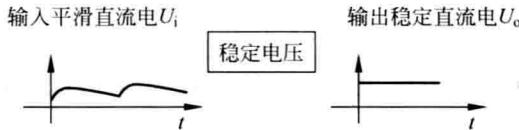

图 1.20 稳压电路波形
④ 其他滤波电路：除电容滤波外，还有电感滤波、电容电感滤波等电路。
(3) 稳压电路
① 稳压电路的作用：将平滑直流电转换为稳恒直流电，稳压电路波形如图 1.20 所示。